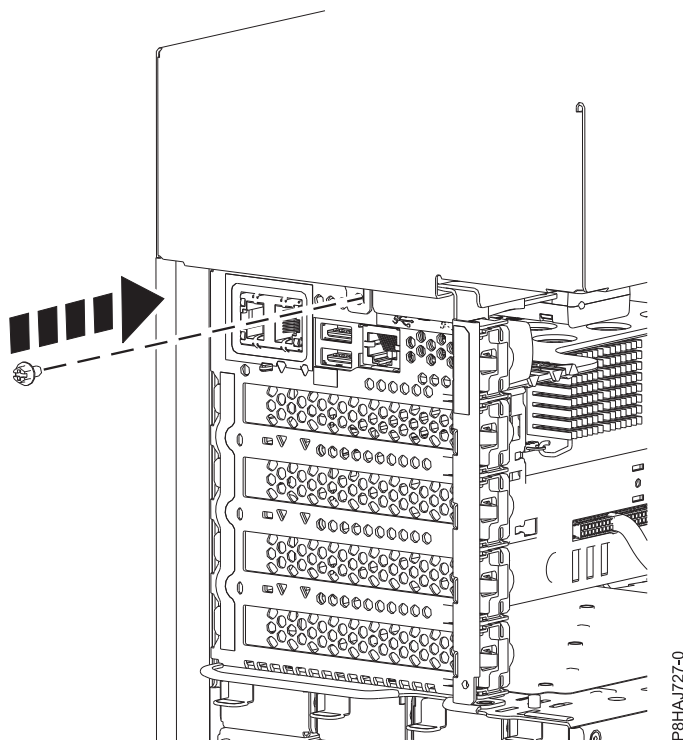

Figura 53. Col·locació del cargol de la coberta lateral model 8286-41A
5. Col·loqueu el cargol posterior de la coberta lateral amb un tornavís Phillips, tal com es mostra a la Figura 53 a la pàgina 66.